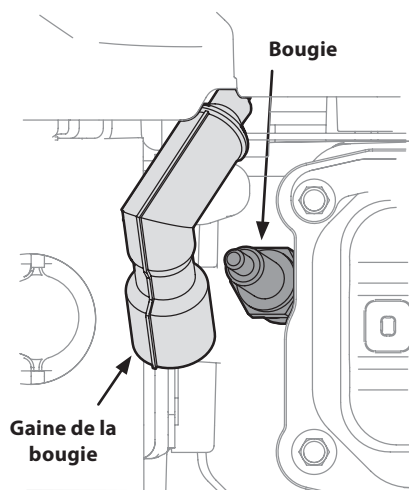

Figure 6-3
1. Dégagez la gaine de la bougie et utilisez une clé à bougie pour la démonter. Voir la Figure 6-3.